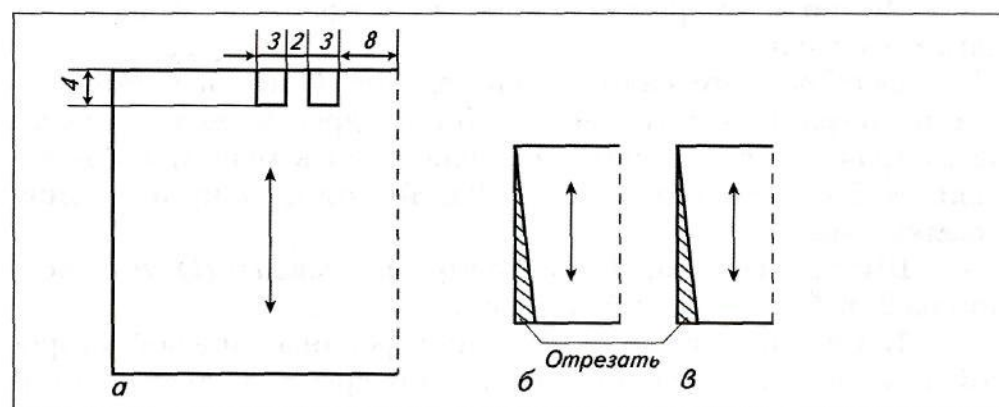

**Рис. 35.** Мягкие складки:
*Складки* — это вид отделки изделия. Они образуются путем наложения одного слоя ткани на другой. Если складки не застрачивают, а только закрепляют по верхнему срезу детали, то их называют *мягкими*. Различают глубину и ширину складки (рис. 35).